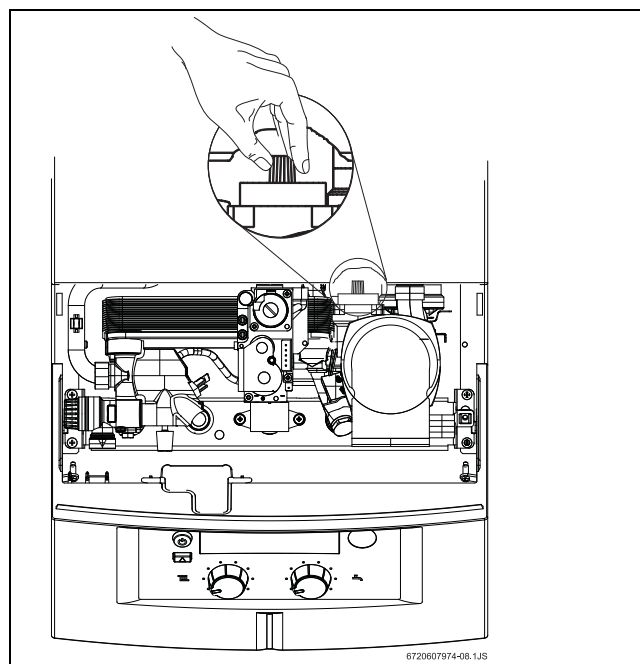

Fig. 12 Apertura valvola di sfiato
- Spurgare l'apparecchio d'eventuale aria mediante l'apposita valvola di spurgo (Fig. 12).
- Aprire lo sfiato automatico (Fig. 12) per il circuito di riscaldamento e richiuderlo dopo aver tolto l'aria presente nell'impianto.
- Procedere ad una nuova operazione di riempimento mediante l'apposito rubinetto (37) fino a che il manometro non indichi una pressione compresa tra 1 e 2 bar.